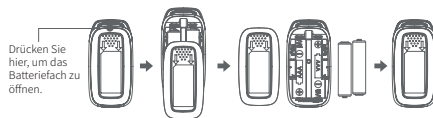

Abbildung 4
- Öffnen Sie das Batteriefach in Pfeilrichtung, wie in Abb. 4 dargestellt.
- Setzen Sie 2 × AAA-Batterien ein und achten Sie auf die korrekte Polarität, wie in Abb. 4 dargestellt.